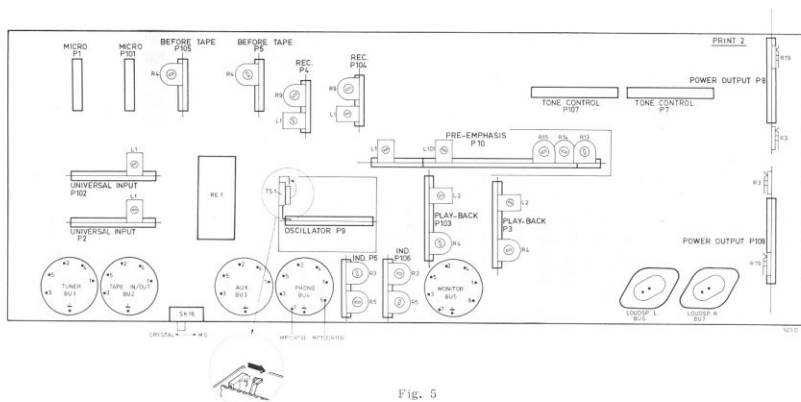

Fig. 5
*) Om te voorkomen dat de voormagnetisatiespanning ook gemeten wordt, oscillatorunit P9 uit het apparaat nemen (zie fig. 5).